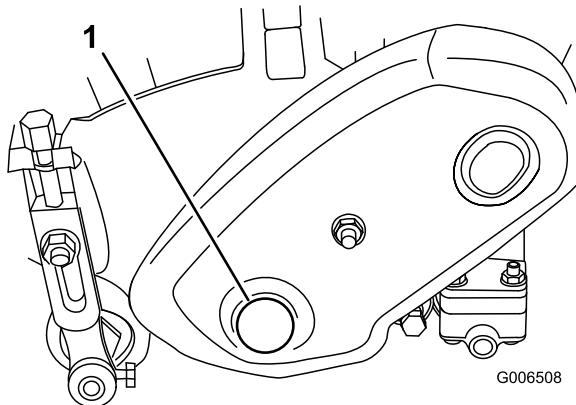

図 61
- リール・アセンブリの左側にあるプラグ（図 61）を外す。